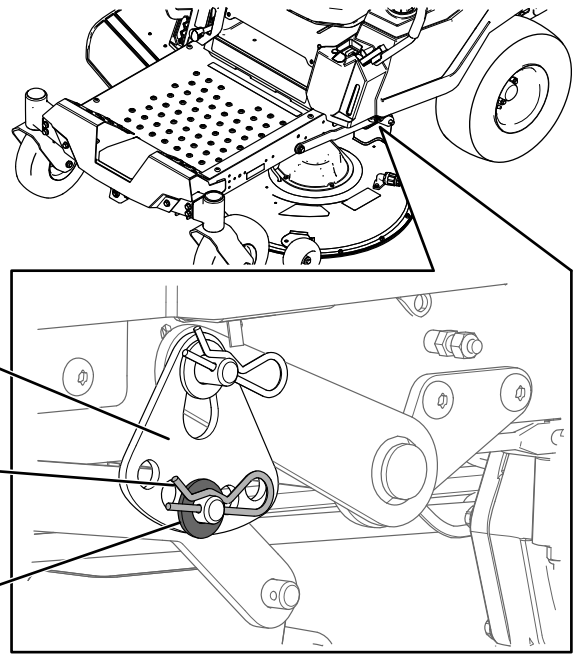

図 70
- 下側昇降アームピンについているヘアピンコッターとワッシャを外す **図 70**。